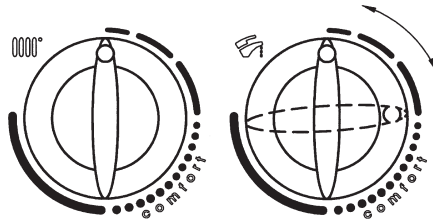

Fig. 29B
- 2) Starting in this position, quickly turn control knob 7 twice consecutively clockwise through about a 1/4 turn as shown in figure 29B.
- 2) lorsque le bouton 7 est sur cette position, le faire tourner 2 fois de suite rapidement (~ 1/4 de tour) dans le sens des aiguilles d'une montre comme le montre la figure 29B.